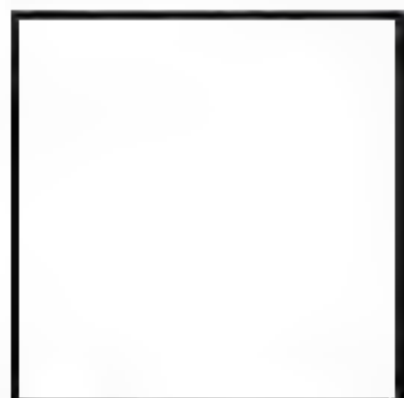

图9-68 绘制矩形
- 01 选择菜单【绘图】|【矩形】命令，捕捉任意点为起点，绘制 $5 \times 5$ 的矩形，如图9-68所示。